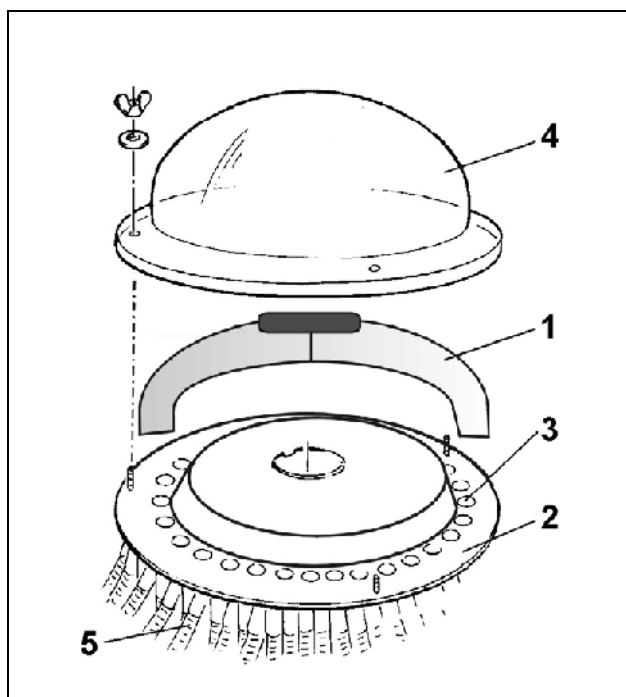
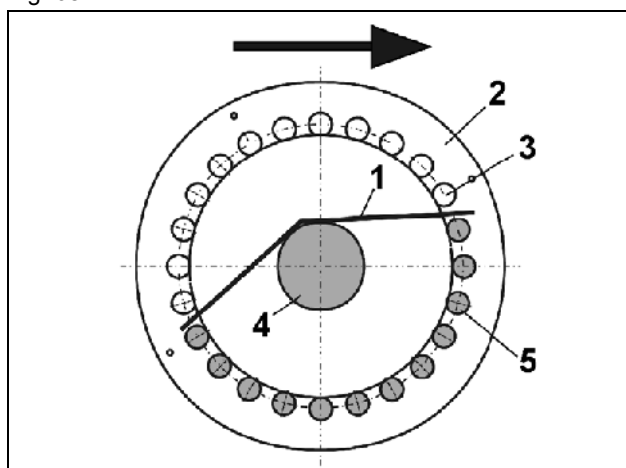

Fig. 68
Fig. 69
Cu elementul (Fig. 68/1) pentru închiderea semilaterală a brațelor în consolă în capul de distribuție, fluxul de semințe se împarte pe jumătate din dispozitivele de ieșire (Fig. 68/3) și astfel pe jumătate din brăzdare. La alegere se poate întrerupe alimentarea cu semințe a brăzdarelor de pe jumătatea dreaptă sau stângă a utilajului, continuând lucrul cu cealaltă jumătate a utilajului.
- Se demontează capacul (Fig. 68/4) distribuitorului
- Elementul (Fig. 68/1 resp. Fig. 69/1) se așează astfel pe placa distribuitorului (Fig. 68/2 resp. Fig. 69/2) încât elementul să închidă dispozitivele de ieșire dorite.
- În vederea de sus (vezi Fig. 69) se găsesc
- dispozitivele de ieșire închise, nehașurate (Fig. 69/3) pe partea care nu e înspre țeava ondulată (Fig. 69/4)
- dispozitivele de ieșire deschise, reprezentate hașurat (Fig. 69/5) pe partea dinspre țeava ondulată (Fig. 69/4).
- În orice caz, controlați pe traseul furtunurilor de semințe (Fig. 68/5), dacă elementul închide fluxul de semințe către brăzdarele dorite.
- Marcați poziția elementului, cu un instrument de scris adecvat, pe placa distribuitorului (Fig. 69/2), pentru ca la următoarele aplicații să găsiți ușor poziția elementului pe placa distribuitorului.
- Fixați capacul distribuitorului (Fig. 68/4) pe capul de distribuție. La fixarea capacului, elementul (Fig. 68/1) va fi fixat și el.